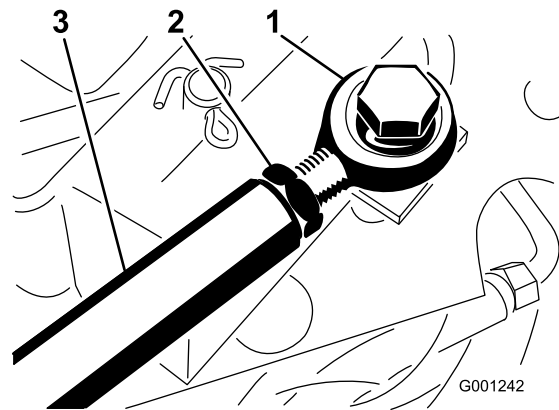

Figura 68
3. Si es necesario hacer un ajuste mayor, ajuste la varilla de tracción (Figura 68) de la manera siguiente: